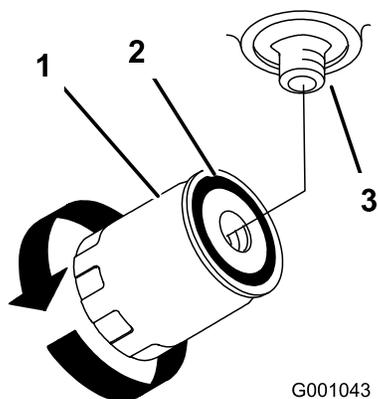

Figura 79
4. Retire el filtro usado y limpie con un paño la superficie de la junta del adaptador del filtro (Figura 79).
6. Instale el filtro hidráulico nuevo en el adaptador del filtro. Gire el filtro en el sentido de las agujas del reloj hasta que la junta de goma entre en contacto con el adaptador del filtro, luego apriete el filtro media vuelta más (Figura 79).